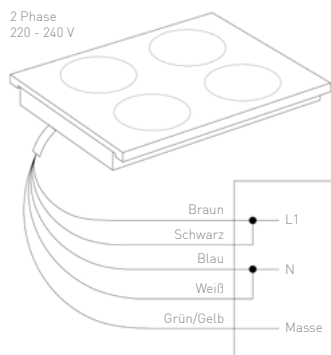

Abbildung 1
Das System kann an ein 2-Phasen-Stromnetz 220-240 V, gemäß Abbildung 1.
2. Im Schutzschalter, Sicherungskasten oder Verteilerkasten die Kabel des Geräts und der Stromversorgung gemäß Abbildung 1 oder Abbildung 2 anschließen.